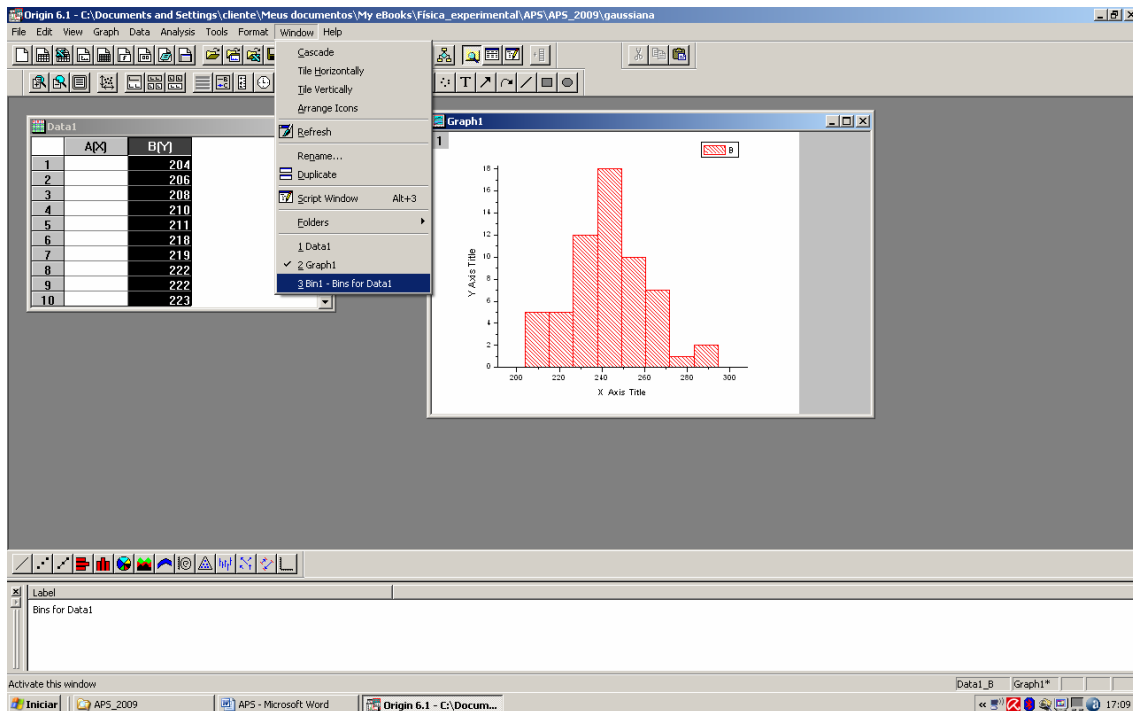

Figura 5: Tela empregada para selecionar o worksheet com os dados de frequencia utilizados na construção do histograma da Questão 4.
**Questão 5:** Utilize os dados do problema anterior para encontrar os parâmetros da curva gaussiana que se ajusta aos valores experimentais, e compare estes valores com os encontrados no experimento 8 da Apostila e com os resultados da Questão 4 desta APS. Para isto, realize o procedimento descrito a seguir: Após todo o procedimento que permitiu traçar o histograma, clique com o botão da esquerda em *Window*→*Bins* para abrir o *worksheet* com os dados da tabela de frequências utilizados para construir o histograma (figura 5). Outra possibilidade é clicar com o botão direito sobre o histograma e depois sobre a opção *Go to Bin Worksheet*.